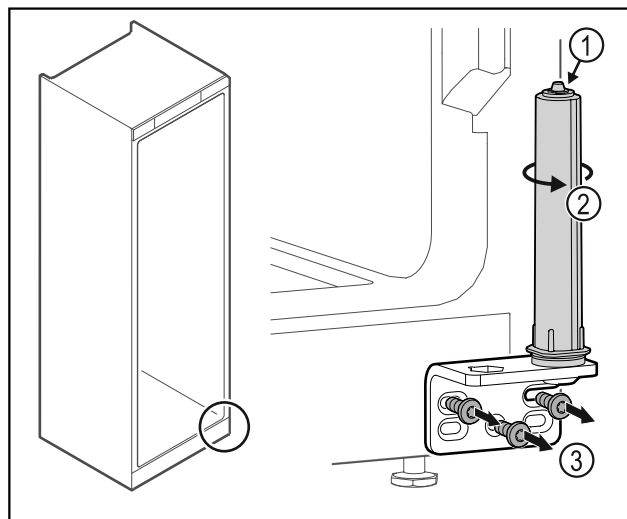

Fig. 35
- ▶ Ne razstavite sistema za zaklepanje vrat Fig. 35 (1).
- ▶ Obračajte zaporni sistem Fig. 35 (2), dokler ne klikne.
- ▶ Odvijte kotnik tečaja vrat Fig. 35 (3).